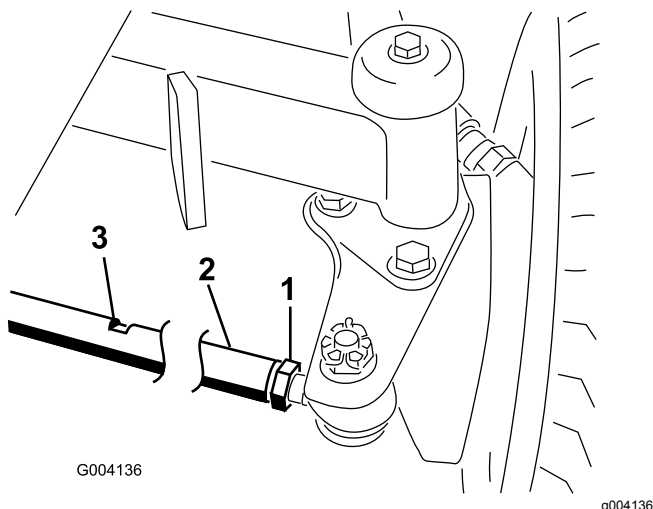

Figure 57
2. Desserrez l'écrou de blocage à chaque extrémité de la biellette (Figure 57).